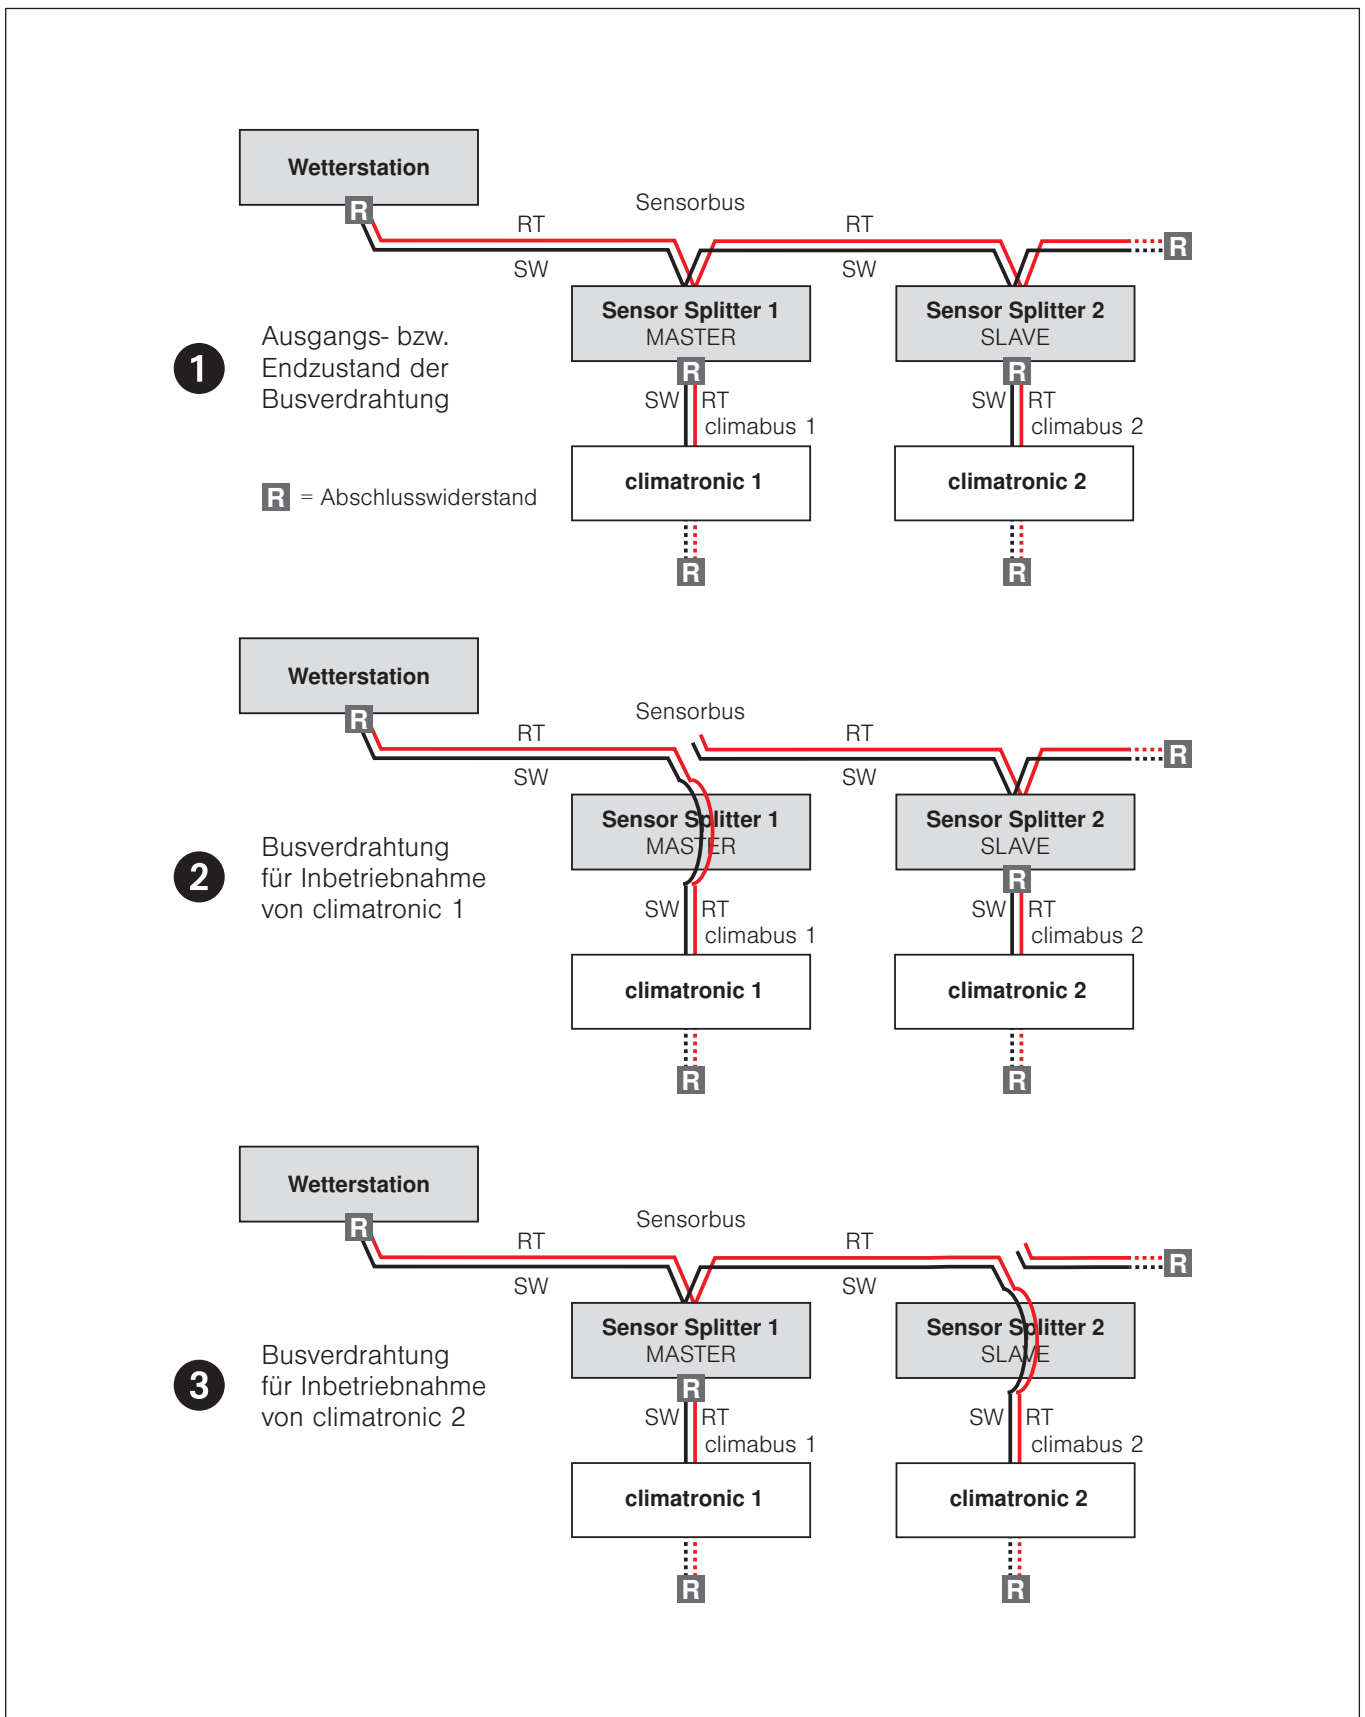

Abb. 15 WAREMA climatronic®: Busanschluss während der Inbetriebnahme
- Prüfen Sie, ob alle vier Adern der Busleitung korrekt verdrahtet wurden. Die roten und die schwarzen Adern müssen wie in (Abb. 15, ❶) dargestellt verbunden sein.
- Trennen Sie die Busleitung so auf, dass der Bus der Wetterstation (Sensorbus) nur mit dem Bus der ersten climatronic (climabus 1) verbunden ist (Abb. 15, ❷). Der Sensor Splitter wird komplett vom Bus getrennt und die Busleitungen direkt zusammengeklemt.
- Ändern Sie die Busverdrahtung so, dass der Sensorbus nur mit climabus 2 verbunden ist (Abb. 15, ❸). Der Sensor Splitter wird komplett vom Bus getrennt und die Busleitungen direkt zusammengeklemt.
- Stellen Sie die Busverdrahtung wieder so her, dass alle climatronic-Netzwerke über die Sensor Splitter mit dem Sensorbus verbunden sind (Abb. 15, ❹).
- Schalten Sie die Spannungsversorgung für Wetterstation, Sensor Splitter MASTER und die erste climatronic (climabus 1) ab (siehe auch *Abb. 15, ①*).
- Trennen Sie die Busleitung so auf, dass der Bus der Wetterstation (Sensorbus) nur mit dem Bus der ersten climatronic (climabus 1) verbunden ist (*Abb. 15, ②*). Der Sensor Splitter wird komplett vom Bus getrennt und die Busleitungen direkt zusammengeklemt.
- Stellen Sie die Busverdrahtung wieder so her, dass alle climatronic-Netzwerke über die Sensor Splitter mit dem Sensorbus verbunden sind (*Abb. 15, ①*).